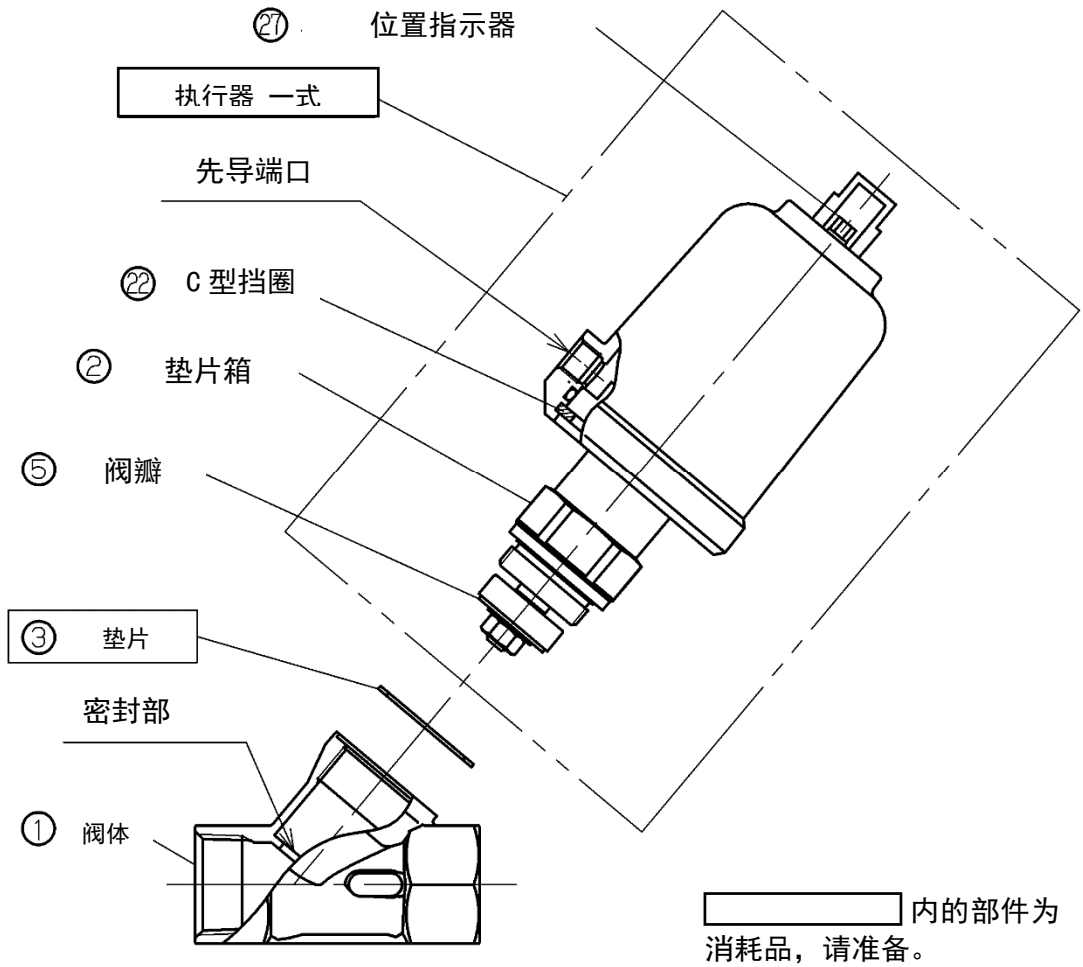

图7. 分解图
阀瓣⑤和阀体①的密封(参考图7)部咬合异物。	请清扫阀瓣⑤和阀体①的密封部(参考图7)。
阀瓣⑤阀体①的密封(参考图7)部有伤痕。	阀瓣⑤有伤痕时, 请交换执行器一式。 阀体①的密封部(参考图7)有伤痕时, 请交换产品。
- (1) 请确认阀瓣⑤和阀体密封部（参考图7）无损伤。